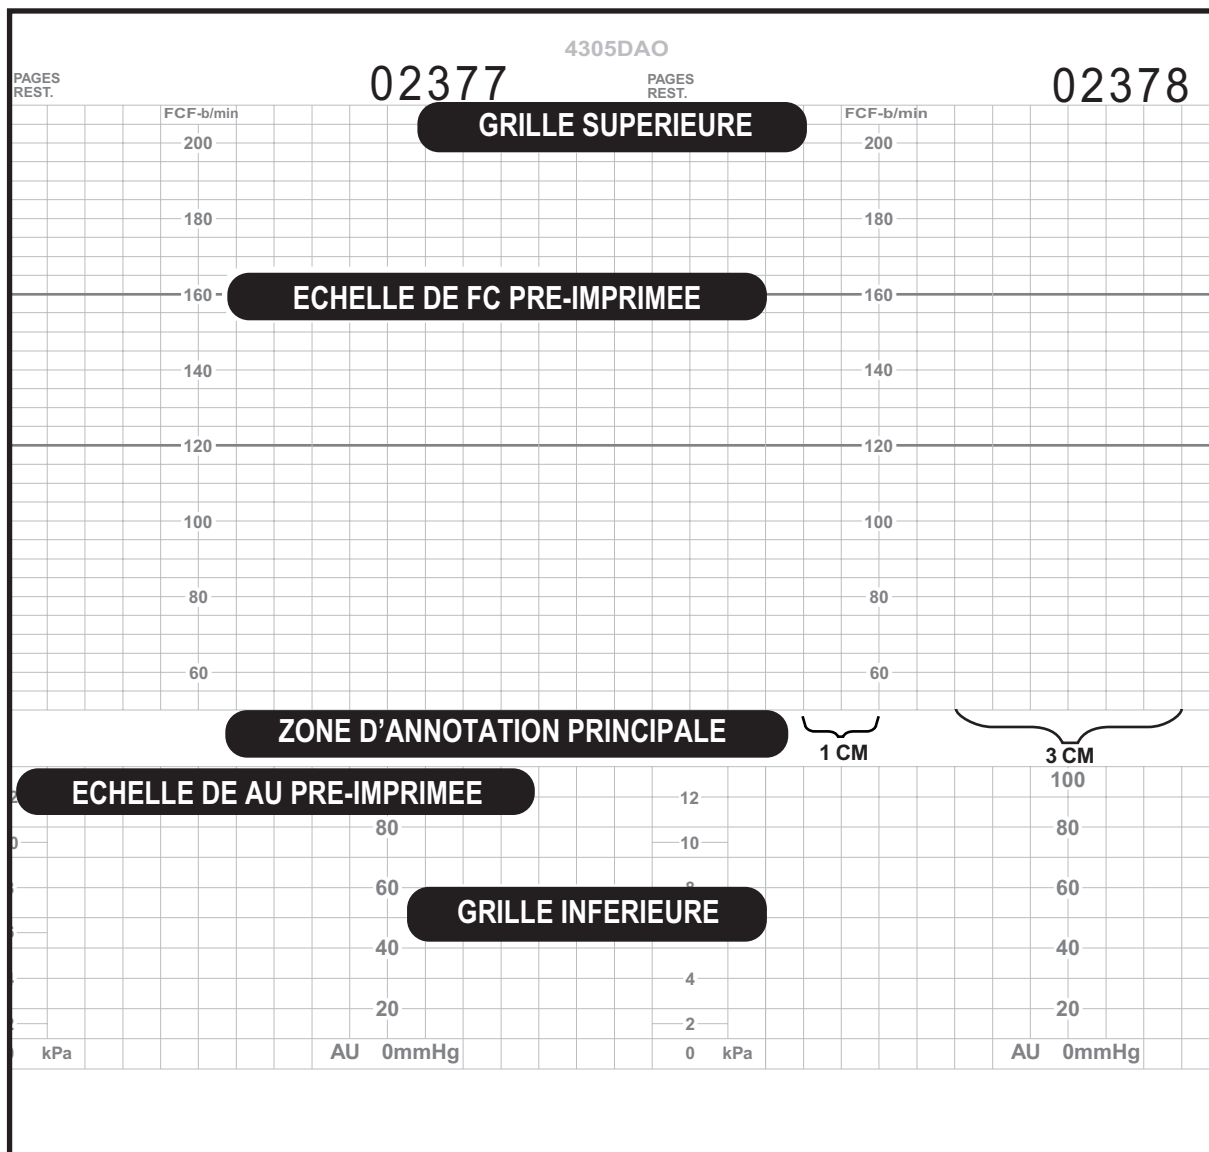

Figure 7-2. Papier accordéon millimétré - Echelle de fréquence cardiaque de 50 à 210 b/min
- papier accordéon millimétré avec échelle de fréquence cardiaque (50 à 210 b/min) pré-imprimée. (Voir la figure 7-2.)
Dans les autres pays, la grille la plus courante est l'échelle 50 à 210 b/min avec la vitesse de l'enregistreur réglée sur 1 cm/min. Comme illustré à la figure 7-2, les deux traits verticaux mesurent 1 cm, soit 1 minute à la vitesse de 1 cm/min. L'échelle de l'activité utérine est également pré-imprimée de 0 à 100 mmHg ; la même échelle est utilisée pour les unités relatives.